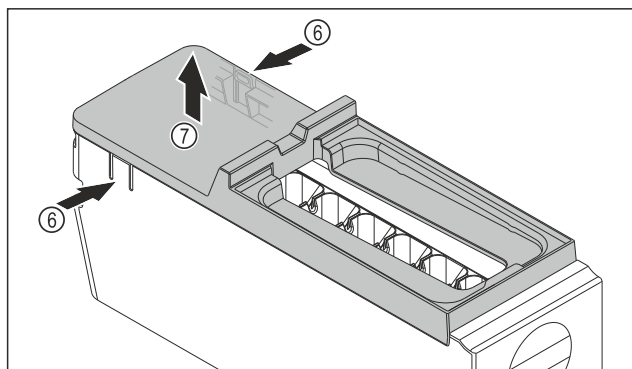

Fig. 144
- ▶ Изваждане на капака на корпуса на EasyTwist-Ice: Натиснете езичетата Fig. 144 (6) от двете страни на корпуса на EasyTwist-Ice с една ръка.
- ▶ С другата ръка извадете капака Fig. 144 (7) нагоре.